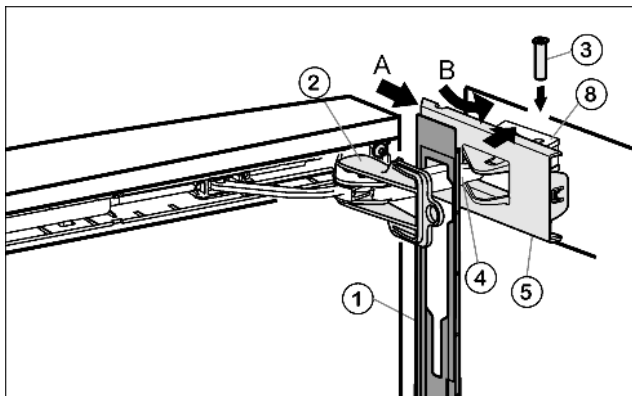

Fig. 18
- ▶ Blende Fig. 18 (1) auf den Dämpferbügel Fig. 18 (4) einhängen, so dass die Rasthaken nach innen zeigen und die Vorderseite zum Gerät.
- ▶ Abdeckung Fig. 18 (5) von außen her aufschieben (A) und über das Lagerteil Fig. 18 (8) schwenken (B).
- ▶ Abdeckung Fig. 18 (5) aufsetzen und bis zur ersten Rastung einrasten lassen.
- ▶ Dämpferbügel Fig. 18 (4) zum Lagerteil hinziehen und Bolzen Fig. 18 (3) von oben einstecken, so dass der Vierkant in der Vertiefung sitzt.
- ▶ Abdeckung Fig. 18 (5) jetzt komplett auf das Lagerteil Fig. 18 (8) aufrasten.
- ▶ Sicherung Fig. 18 (2) durch Verdrehen abnehmen.
- ▶ Blende Fig. 18 (1) an der Tür aufrasten.